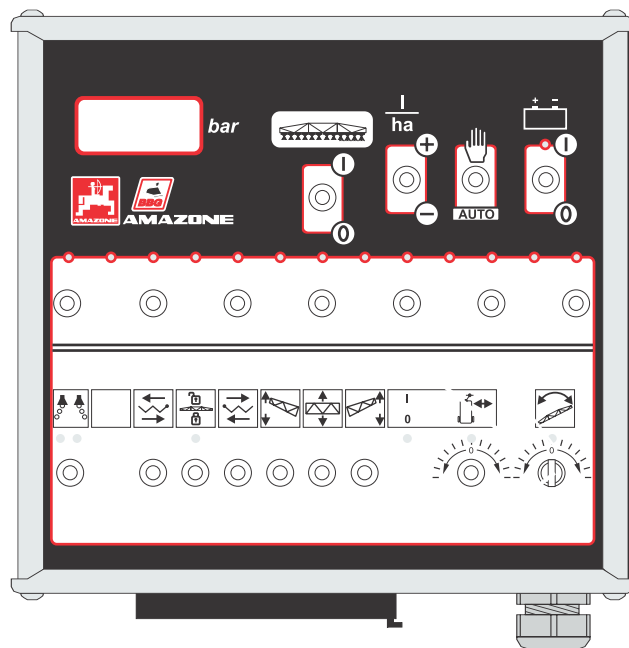

Fig. 8.36
Den midterste diode (fig. 8.36/4) viser "0-stilling" på sprøjtebommen. Hvis bommen er indstillet til at stå parallelt ind mod sprøjterammen, og - en anden end den midterste diode lyser, er det nødvendigt at justere "0-stilling".
- Bommen indstilles parallelt ind mod sprøjterammen ved at aktivere tasten (fig. 8.36/2).